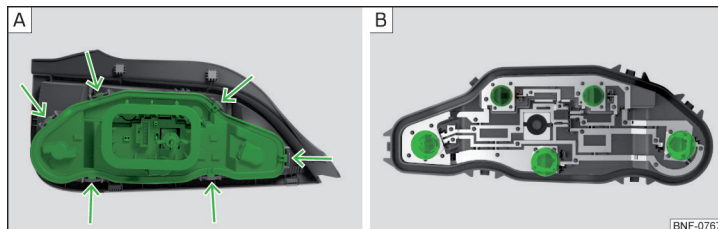

Fig. 148 Inderste dele af lygten
- Frigør pæreholderen » Fig. 148 - A.
- Drej den defekte pære i fatningen **mod** uret, og tag den ud » Fig. 148 - B.